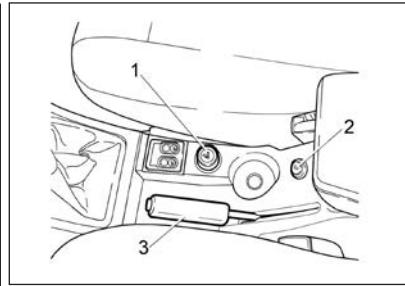
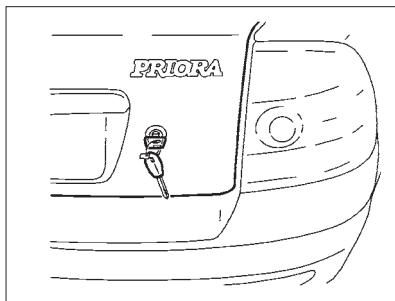

Рис. 30. Прикуриватель
Рис. 36. Открывание багажника
Прикуриватель 1 (рис. 30, позиция 1) работает независимо от положения выключателя зажигания (т.е. и при выключенном зажигании). Воспользоваться прикуривателем можно нажатием на кнопку подвижной части (патрона) до ее фиксированного положения. Примерно через 20 секунд подвижная часть (патрон) автоматически возвращается в исходное положение и готова к применению.
Рис. 30а. Размеры вилки для подключения дополнительных электроприборов в патроне
11. Использование аксессуаров, не соответствующих размерам на рис. 30а, может привести к плохому контакту и застреванию вилки (разъема).
Замок крышки багажника открывается кнопкой  на пульте дистанционного управления или поворотом по часовой стрелке ключа в замке (рис. 36). **В вариантом исполнении** замок крышки багажника открывается выключателем 2 из салона (рис. 30). Освещение в багажнике включается при открытии крышки багажника и включеннымами габаритными огнями только **в вариантом исполнении**.